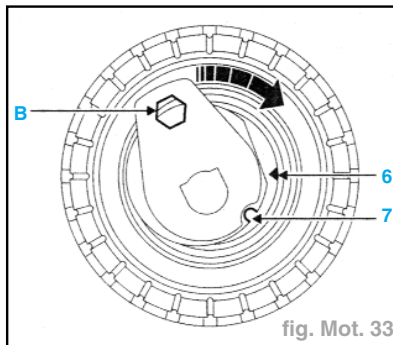
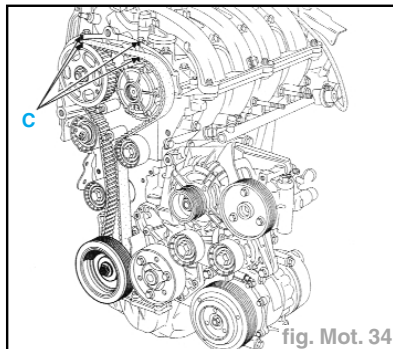

fig. Mot. 33
fig. Mot. 34
- Aligner les repères (6) et (7) si nécessaire, en desserrant d'un tour maximum l'écrou du galet tendeur tout en le maintenant à l'aide d'une clé six pans de **6 mm**. Puis serrer définitivement l'écrou au couple de **2,8 daN.m** (fig. Mot. 33).
- Effectuer un repérage (C) à l'aide d'un crayon entre les poulies des arbres à cames et le carter chapeau des paliers d'arbres à cames (fig. Mot. 34).
- Aligner les repères (6) et (7) du galet tendeur à l'aide d'une clé six pans de **6 mm** (fig. Mot. 33).
- Aligner les repères (6) et (7) si nécessaire, en desserrant d'un tour maximum l'écrrou du galet tendeur tout en le maintenant à l'aide d'une clé six pans de **6 mm**. Puis serrer définitivement l'écrrou au couple de **2,8 daN.m**.
- Effectuer un repérage sur la couronne du déphaseur d'arbre à cames d'admission et la poulie d'échappement par rapport au carter chapeau de paliers d'arbres à cames (fig. Mot. 34).